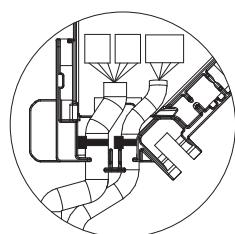

Fig. 5-16
- Kontrollér, at båndet, der holder i-See-sensorens og signalmodtagerens tilslutningsledninger fast, er placeret i el-boksen. (Fig. 5-16)